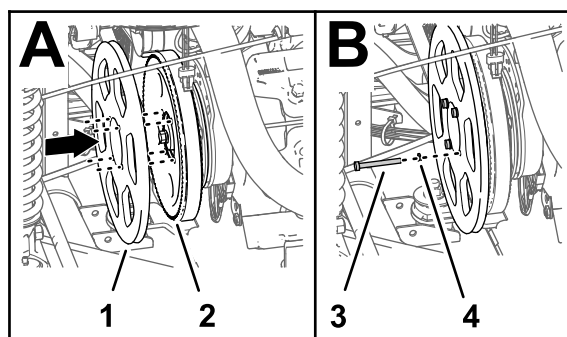

Рисунок 180
4. Совместите отверстия в шкиве генератора (из комплекта) с отверстиями в шкиве насоса опрыскивателя (Рисунок 180).